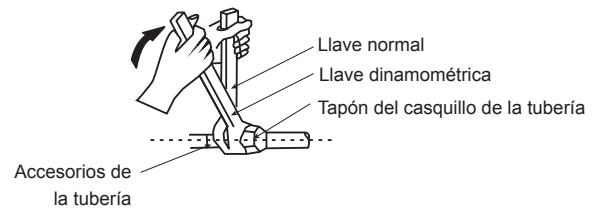

Imagen 4.1
- Use dos llaves cuando instale o desmonte la tubería, una llave común y una llave dinamométrica. Consulte la Imagen 4.1.